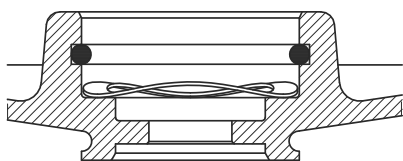

Рис. 27 Правильная установка пружины и уплотнительного кольца
2. Поставить пружину (поз. 158) и уплотнительное кольцо (поз. 159). См. рис. 27.